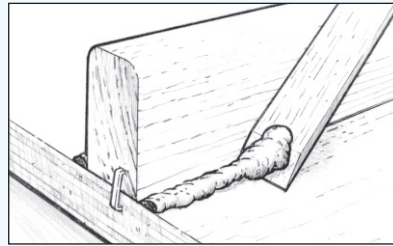

Abbildung 12 Entfernen oder verstreichen Sie das überschüssige Epoxidharz, das aus der Fuge herausquillt.
4. Entfernen oder verstreichen Sie das herausgequollene Material, wenn die Fuge mit Schraubzwingen fixiert ist. Ein WEST SYSTEM 804 Mixstab mit einem abgefeilten Ende ist besonders gut für das Entfernen von überschüssigem Material geeignet (*Abbildung 12*). Lassen Sie die Mischung komplett aushärten, bevor Sie die Schraubzwingen entfernen.